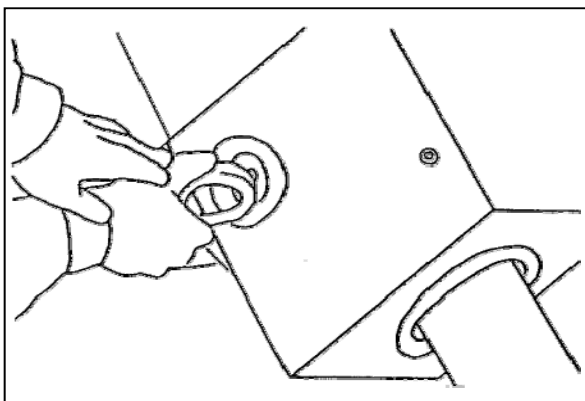

Fig. 3
- a. Terwijl de ring wordt gedeformeerd zoals in Fig. 3, breng de ring op in de groef stuk voor stuk.